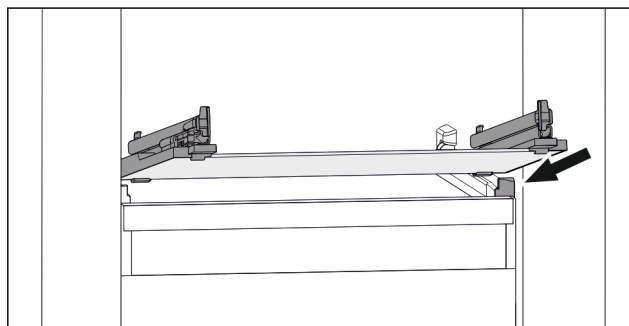

Fig. 73 Exemple de représentation de la tablette en verre
- Placer la tablette en verre, en l'inclinant, derrière les butées. (voir Fig. 73)